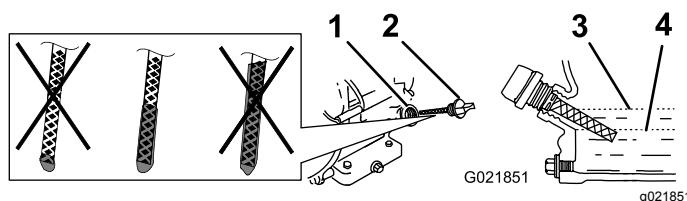

Figure 19
4. Nettoyez la surface autour de la jauge d'huile (Figure 19) pour éviter de faire tomber des impuretés dans l'orifice de remplissage, ce qui endommagerait le moteur.
6. Insérez la jauge au fond de l'orifice de remplissage, **sans la visser** (Figure 19).
7. Ressortez la jauge et examinez son extrémité. Si le niveau est trop bas, versez lentement juste assez d'huile dans le tube de remplissage pour faire monter le niveau jusqu'au repère maximum sur la jauge (Figure 19).